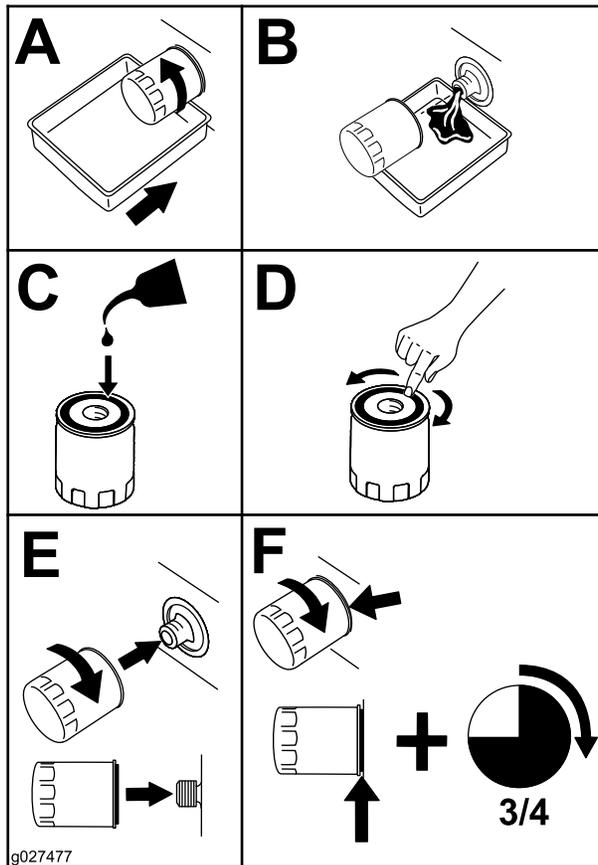

Figure 68
5. Remplacez le filtre à huile moteur (Figure 68).